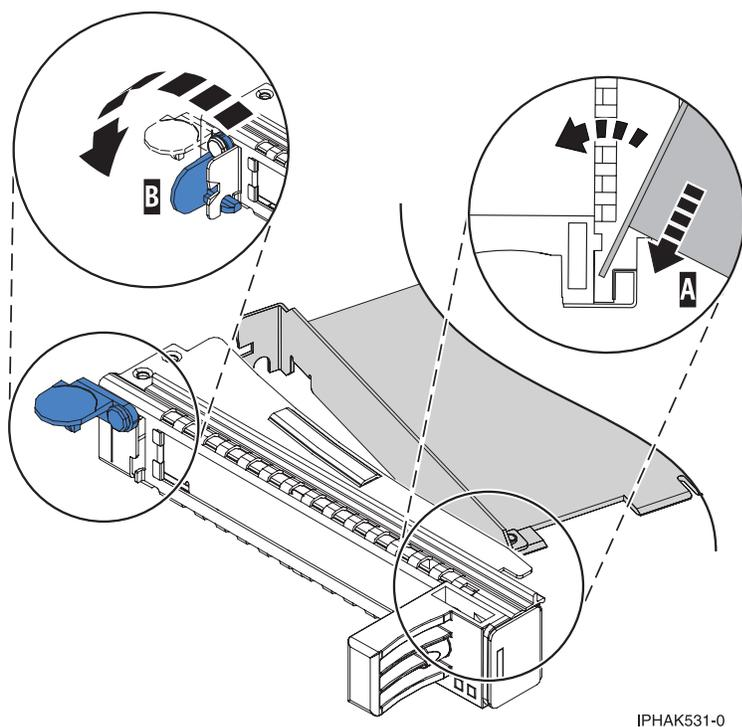

Figure 28. Retrait de la carte de la cassette de cartes PCI simple largeur
- a. Placez le levier de blocage de la contre-poupée en position ouverte, insérez fermement la carte dans le bloc de retenue (A). Pour plus d'informations, voir figure 28, à la page 35.
c. Fermez le levier de blocage de contre-poupée (B). Pour plus d'informations, voir la figure 28.